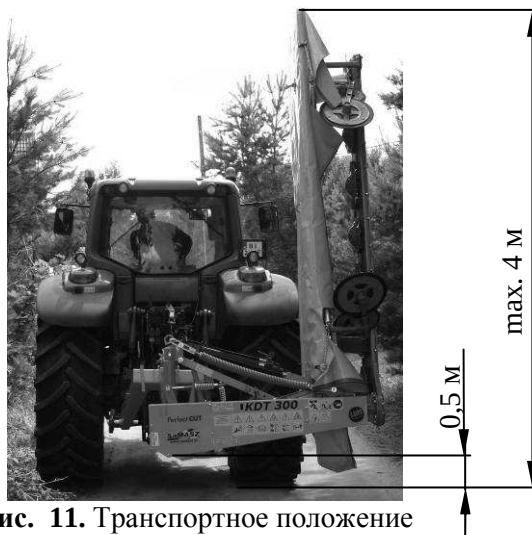

Рис. 11. Транспортное положение
- ❑ поднять косилку при помощи гидравесного устройства трактора на тягах трактора так, чтобы цапфы рамы навески располагались на уровне не менее 0,5 м над землей (**Рис. 11**),